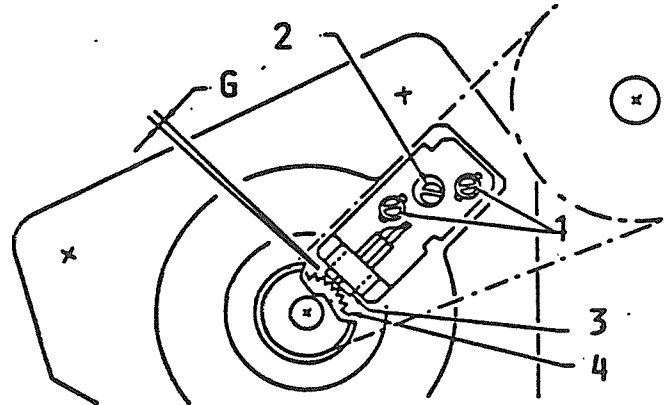
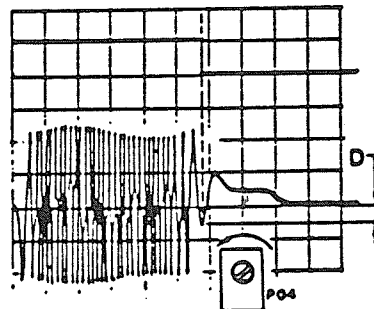

FIG. 35
FIG. 36B
- Saut trop LONG (fig.36B) agir sur P04-BSK2 (fig.35) dans le sens inverse des aiguilles d'une montre.